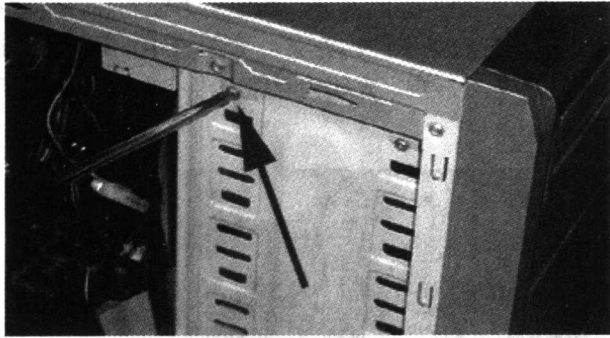

图 1-12 安装光驱
1) 从机箱的面板上取下一个 5in 槽口的塑料挡板, 如图 1-12 所示, 用来装光驱。为了便于散热, 应该尽量把光驱安装在最上面的位置。先把机箱面板的挡板去掉, 然后把光驱从前面放进去。